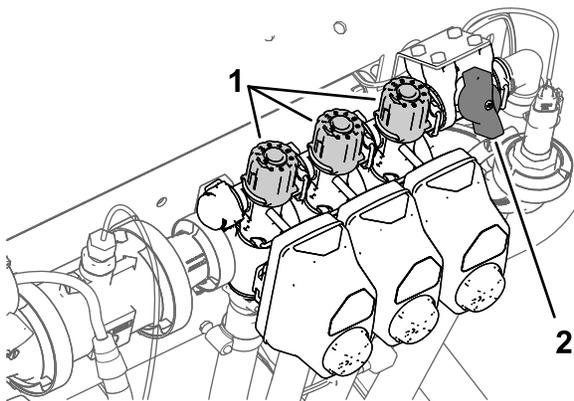

Figura 33
- Desactive el interruptor de la sección izquierda y ajuste el mando de desvío de la sección (Figura 33) hasta que el caudal indicado coincida con el valor anterior, según la tabla.
- Ajuste el mando de desvío de la sección derecha (Figura 33) hasta que el caudal indicado coincida con el valor anterior, según la tabla.
- Ajuste el mando de desvío de la sección central (Figura 33) hasta que el caudal indicado coincida con el valor anterior, según la tabla.